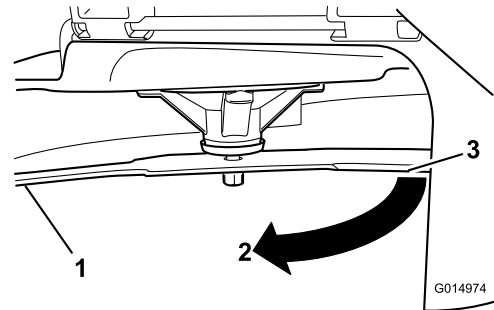

**Figura 86**
2. Llevando guantes fuertemente acolchados u otro tipo de protección apropiada para las manos, gire la cuchilla lentamente hasta una posición que permita medir la distancia entre el filo de corte y la superficie nivelada en la que descansa la máquina (**Figura 86**).